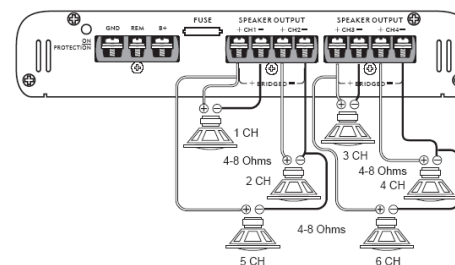

Рис. 4.
- При неправильной полярности динамики будут работать в противофазе, что приведёт к гашению низких частот (басов) (См. рис.4).